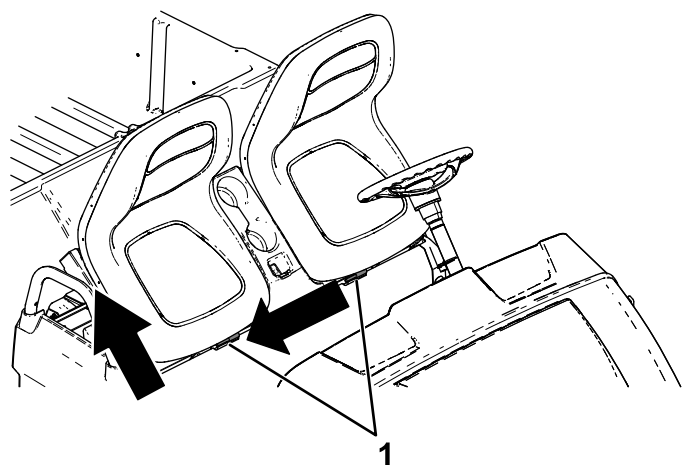

Figura 30
2. Fate scorrere il gruppo sedile sul lato estraendolo dai perni e sollevatelo (**Figura 30**).